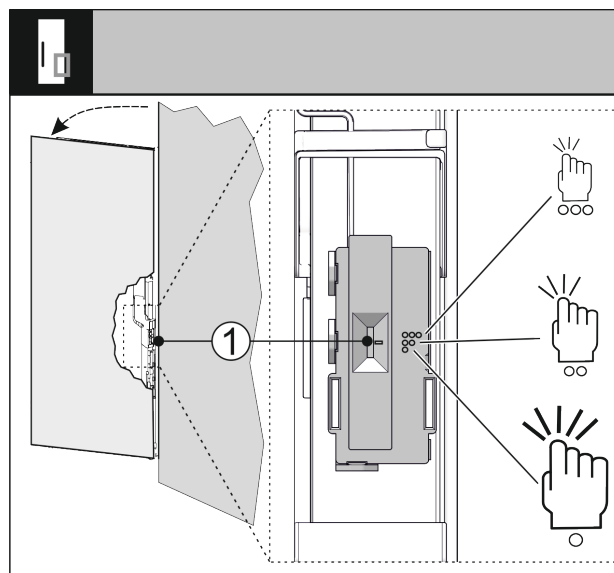

Fig. 32
Czułość czujnika pukania można ustawić przy pomocy przełącznika Fig. 32 (1). Przełącznik znajduje się po stronie zawiasów, w dolnej trzeciej części drzwi.
- ▶ Przetącznik Fig. 32 (1) ustawić w wybranej pozycji przetączenia.